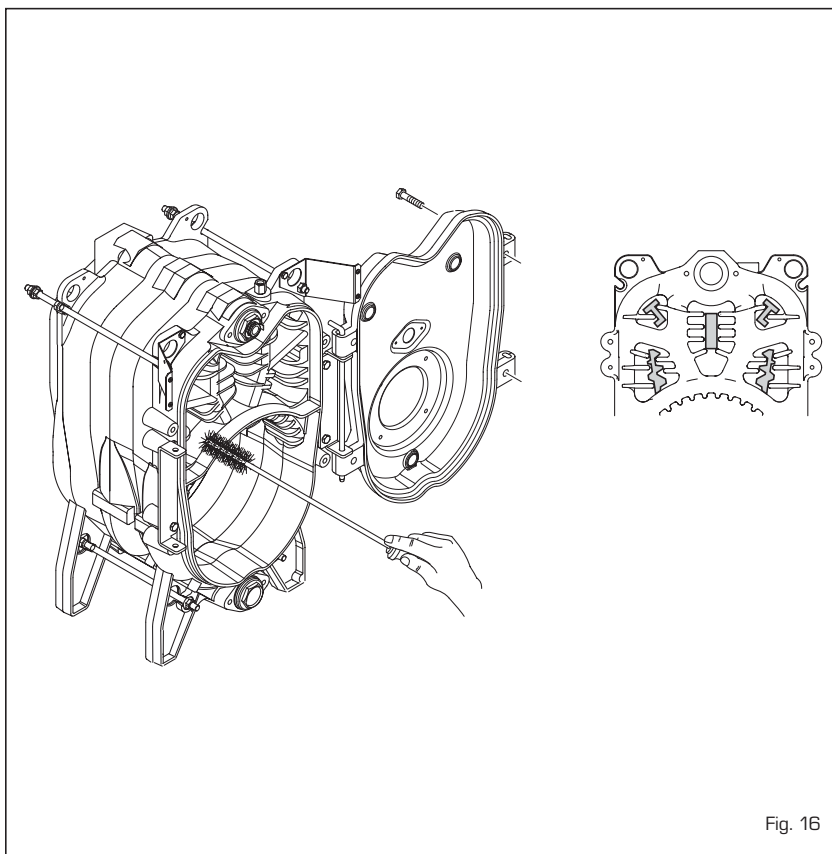

Fig. 16
4.7.1 Pulizia passaggi fumo (fig. 16)
A manutenzione avvenuta posizionare i turbolatori nella posizione iniziale (fig. 16).